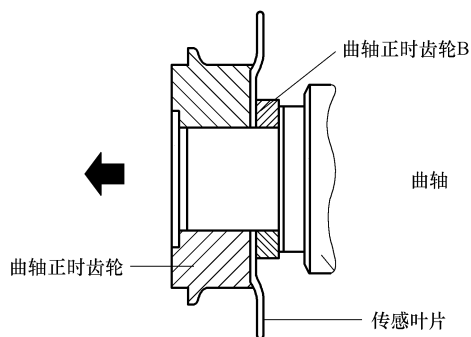

图 31-62 安装曲轴正时齿轮
7) 把传感叶片和曲轴正时齿轮安装到曲轴上, 如图 31-62 所示。曲轴正时齿轮螺栓紧固力矩: 160 ~ 170N · m。